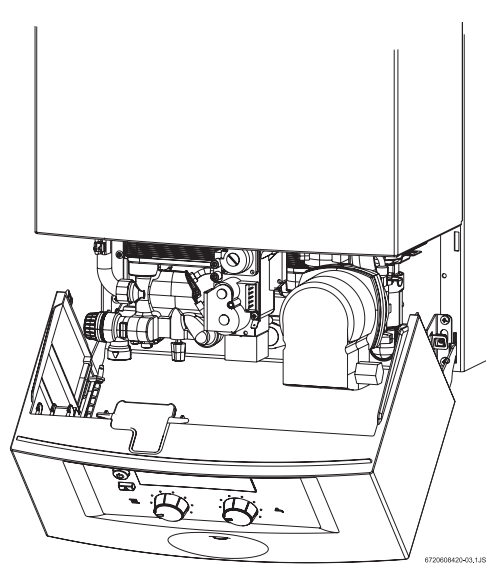

Fig. 3 Poziția de service pentru reglarea gazului
- ▶ Se rabate în jos panoul de control în poziția de service. (vezi Fig. 3).
- ▶ Se rabate în jos panoul de control în poziția de service (vezi Fig. 3).